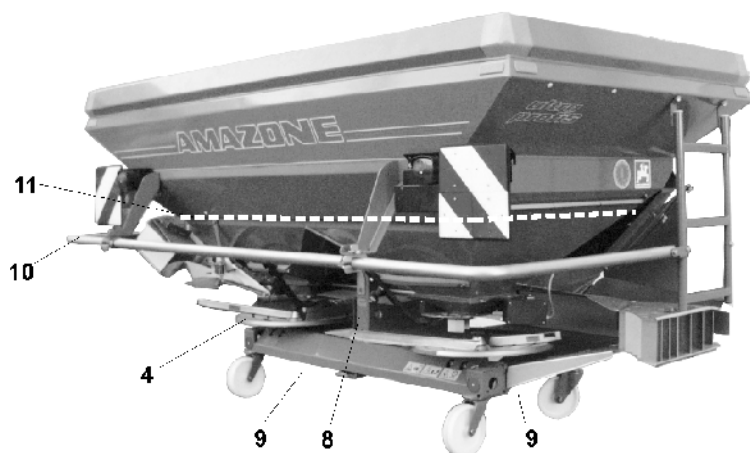

Рис. 2
- Распределяющие диски Omnia-Set (Рис. 2/4)
- Цепная защита привода ворошильного валика (Рис. 2/8)
- Защита вала между промежуточным и угловым редуктором (Рис. 2/9)
- Защитная трубчатая дуга (Рис. 2/10)
- Защитная решетка в бункере (Рис. 2/11)